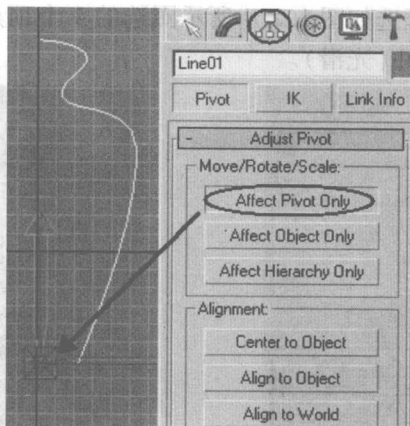

图 1.3.3 设置曲线轴心
(4) 在右侧命令面板中选择  Hierarchy(层级) 选项卡, 单击选择  Pivot(轴) 按钮, 在 Adjust Pivot(调整轴) 命令面板中, 单击  Affect Pivot Only(仅影响轴) 按钮, 在视图中出现空心坐标, 在 Front 前视图图中将坐标移到如图 1.3.3 所示瓶底的顶点处。